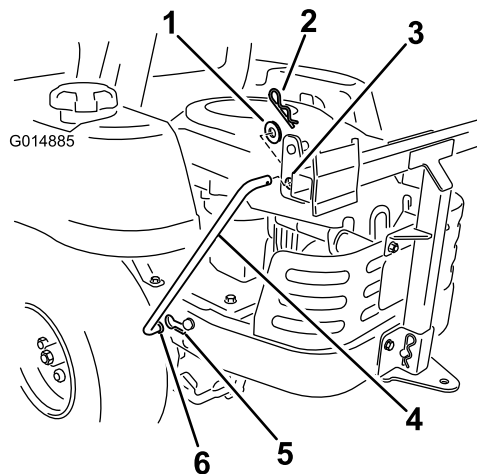

Figura 15
- Montate due aste di supporto, una su ciascun lato del telaio del sistema di raccolta. Individuate la scanalatura sagomata già presente nel telaio della macchina e inserite l'estremità curva e svasata dell'asta nella scanalatura (Figura 15). Spostate l'asta all'indietro per inserirla in posizione nel telaio.
- Inserite le estremità curve dell'asta nel telaio del sistema di raccolta, come illustrato nella Figura 15.